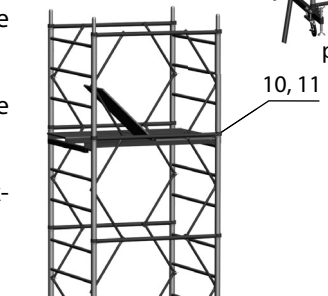

рис. 5
- Установить настилы (10, 11) на высоте не более 7,4 м (рис. 5).
- Последняя секция вышки, служит ограждением рабочей зоны (рис. 5).